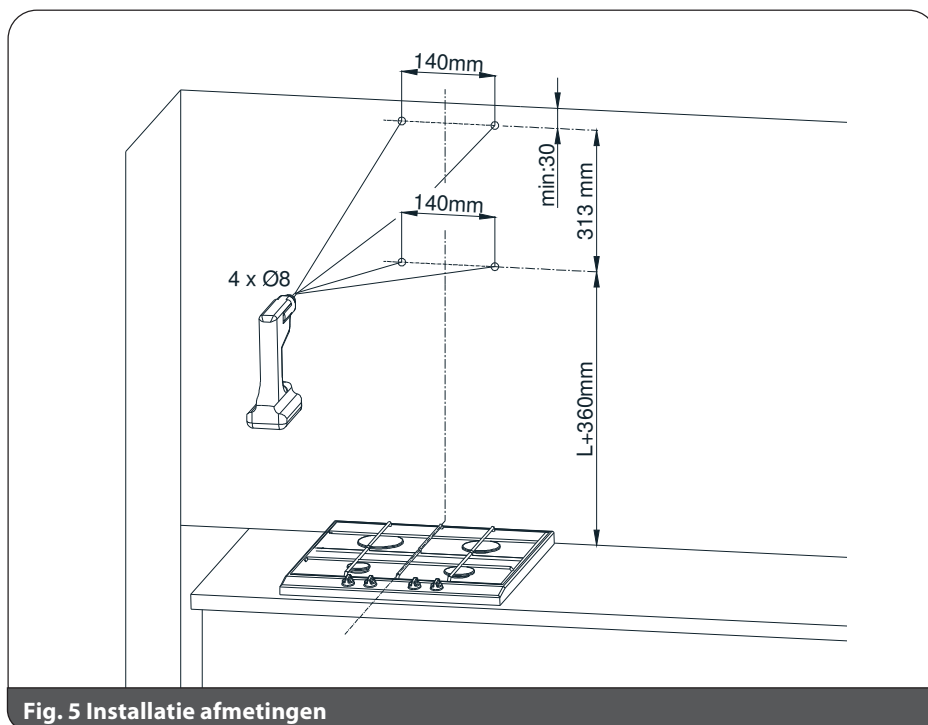

Fig. 5 Installatie afmetingen
De installatie van de afzuigkap wordt in de tekeningen getoond (Fig. 5 - Fig. 10). De afzuigkap is voorzien van bevestigingspennen, die voor de meeste wanden en plafonds geschikt zijn. Bij de installatie moeten de algemeen geldende voorschriften voor de luchtafvoer uit de ruimten in acht worden genomen.
1. Markeer de as van het verwarmingselement en breng deze over naar de muur waar de afzuigkap wordt geïnstalleerd. Markeer alle kenmerkende bevestigingspunten van de afzuigkap. Gebruik een boormachine en boor de gaten. (Fig. 5)
6. Voeg de afzuigkap aan de geschroefde bevestiging van de afzuigkap toe, zodanig dat de bevestiging in de afzuigkap verborgen zit. Gebruik vier M4x12-schroeven en schroef de afzuigkap op de beugel. (Fig. 10) Fig. 5 Installatie afmetingen